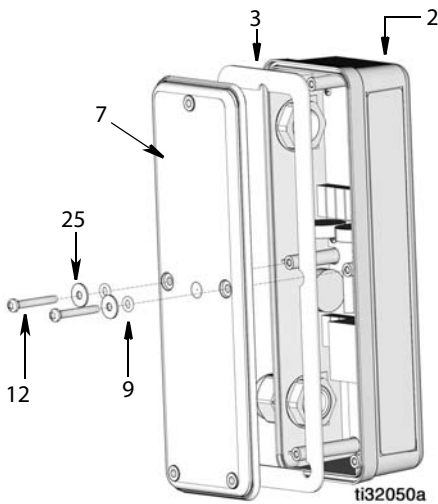

Рис. 11
16. Затяните кабельный ввод (19).
18. Установите уплотнитель (3) в крышку регулятора (7) (Рис. 11).
19. Установите крышку на корпус регулятора пневматического насоса (2). Убедитесь, что все отверстия под винты в крышке и корпусе совпадают (Рис. 11).
20. Установите два уплотнительных кольца круглого сечения (9), шайбы (25) и винты (12), чтобы закрепить крышку на корпусе регулятора пневматического насоса (2) (Рис. 11).